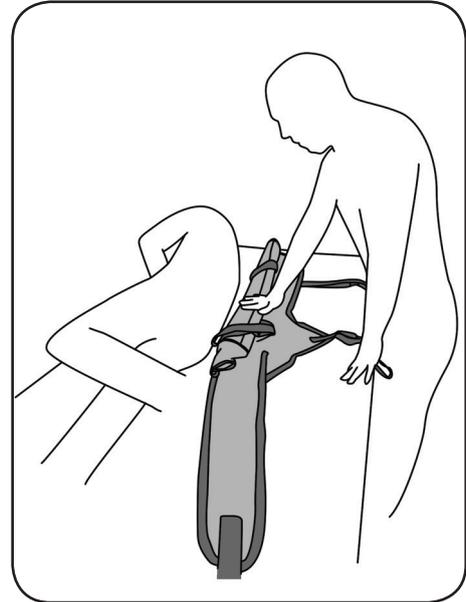

Abb. 8.2.01 – Liftergurt hinter dem Rücken des Patienten positioniert
5. Falten Sie den Liftergurt in der Hälfte zusammen und legen Sie ihn hinter den Rücken des Patienten. Dabei soll die Unterkante des Liftergurtes unterhalb des Gesäßes des Patienten liegen (Abb. 8.2.01).